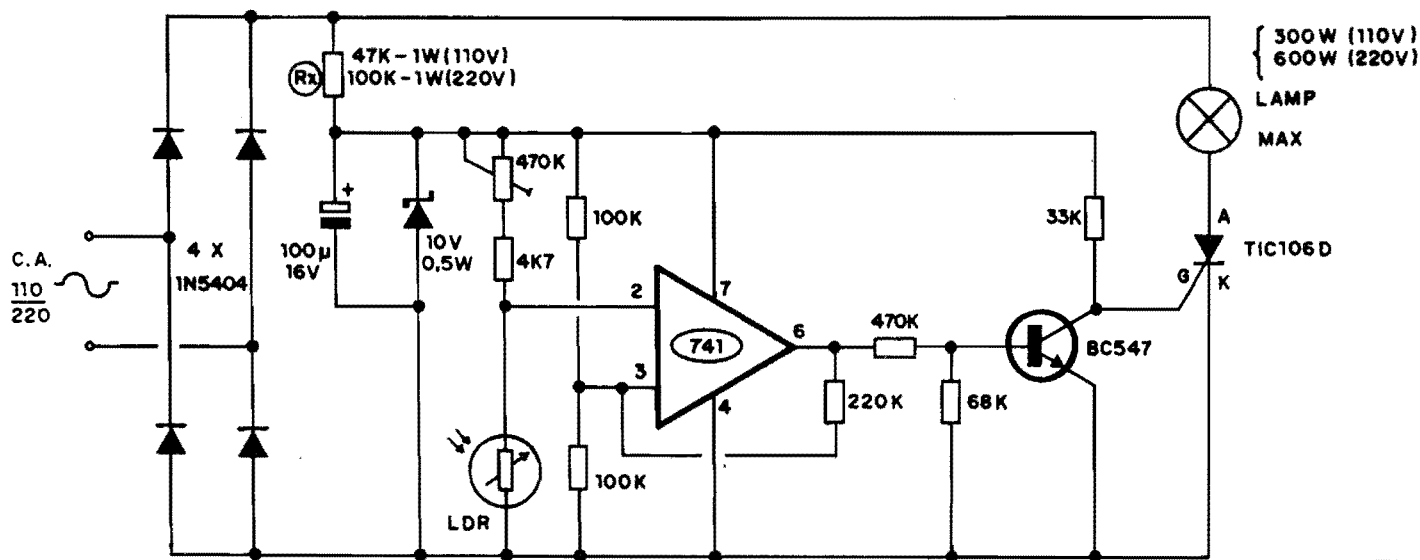

Fig. 1
- FIG. 1 - DIAGRAMA ESQUEMÁTICO DO CIRCUITO - Toda a sofisticação do circuito (se comparado a outros projetos com "intenções" semelhantes...) está no uso de um sensível comparador de Tensão, baseado num Integrado 741 cujas duas Entradas (a inversora, no pino 2, e a não inversora, no pino 3...) fazem o sensoramento de dois "nós" de uma ponte resistiva (um dos métodos mais precisos e sensíveis para se avaliar mesmo pequenas modificações das grandezas Resistência ou Tensão...), da qual um ramo é formado pelo conjunto equilibrado, determinado pelo "totem" de dois resistores de 100K, colocando
O lado não cobreado da placa mostra todos os principais componentes, relacionados e estilizados por valores, códigos, polaridades e outros detalhes importantes, a partir dos quais fica muito fácil ao Leitor acomodar corretamente as peças nos seus devidos lugares (e em posições corretas...). Os maiores cuidados devem ser dedicados à colocação dos componentes **polarizados**: o Integrado 741 com sua extremidade marcada voltada para o resistor de 4K7, o SCR TIC106D com sua lapela metálica virada para a posição ocupada pelo resistor de 68K, o transistor BC547 com seu lado "chato" virado para o resistor de 33K, o diodo **zener** com sua extremidade de **catodo** (marcada pelo anel ou faixa) apontando para o eletrolítico de 100u, este com seu terminal **positivo** posicionado junto à borda próxima da placa, e, finalmente, os 4 diodos maiores (1N5404) com suas extremidades marcadas voltadas para a face "superior" na placa (na posição em que o Impresso é visto, na figura...). Verifiquem também a posição de **Rx**, cujo valor dependerá (ver "esquema" na FIG. 1 e a LISTA DE PEÇAS...) da tensão da rede local... (quanto aos resistores comuns, atenção para não "trocar as bolas" no que se refere aos valores, em função das posições ocupadas... Terminadas todas as inserções e soldagens, verificar cada posição, valor, código, polaridade, pontos de solda (pelo outro lado da placa...), e só então "amputar" os excessos das